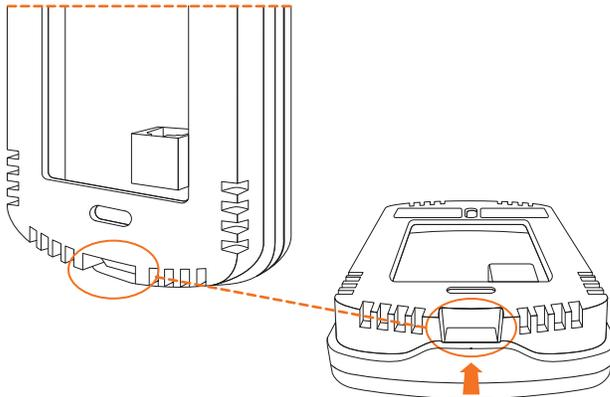

Figure 1 - Languette d'ouverture
1. Séparez le boîtier du couvercle arrière en appuyant sur la languette située sous la sonde. (voir Figure 1)